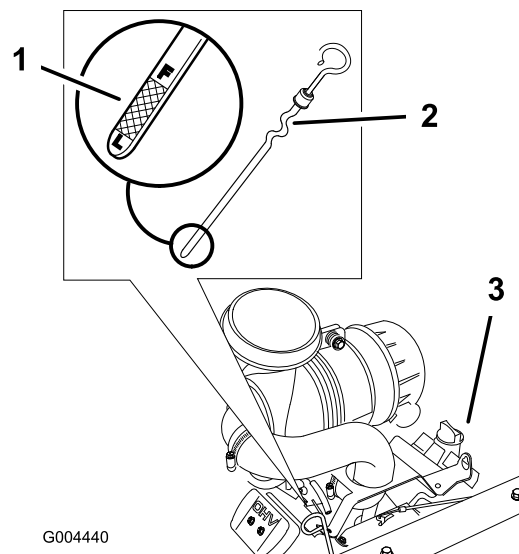

Figure 29
3. Nettoyez la surface autour de la jauge d'huile (Figure 29) pour éviter que des impuretés ne tombent dans le moteur.
4. Sortez la jauge d'huile et essuyez soigneusement l'extrémité métallique (Figure 29).
5. Enfoncez la jauge complètement dans le moteur. Ressortez la jauge et examinez l'extrémité métallique (Figure 29). Si le niveau est bas, versez lentement une quantité d'huile suffisante dans le goulot de remplissage pour amener le niveau au repère du plein.
9. Versez avec précaution environ 80% de la quantité d'huile spécifiée dans le goulot de remplissage (Figure 29)